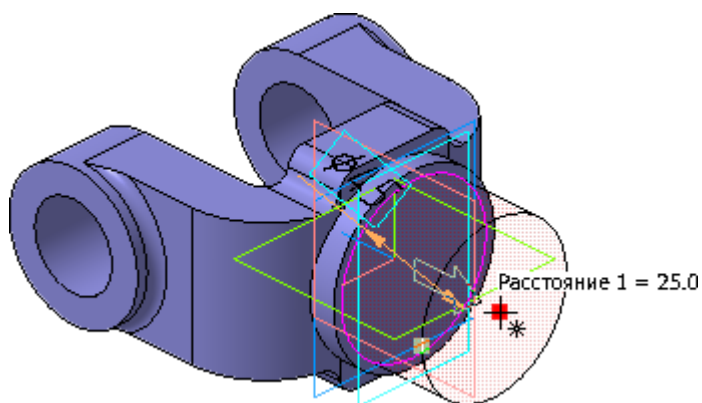

Рисунок 53.
- Не отпуская кнопку, перемещайте мышь вправо. После того, как будет достигнуто значение 25 мм, отпустите кнопку мыши (рис. 53).